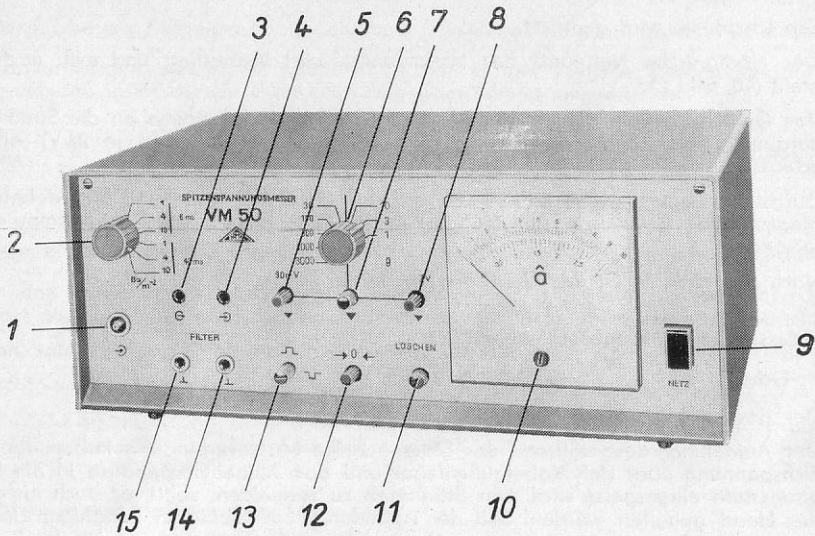

Bild 2: Bedienelemente
- b) Der mechanische Nullpunkt des Instrumentes wird kontrolliert und evtl. nachgestellt (10, Bild 2).
- d) Durch Drücken des Netzschalters (9) wird das Gerät bei Netz- und Batteriebetrieb eingeschaltet. Bei Netzbetrieb muß die in der Taete eingebaute Kontrolllampe aufleuchten.